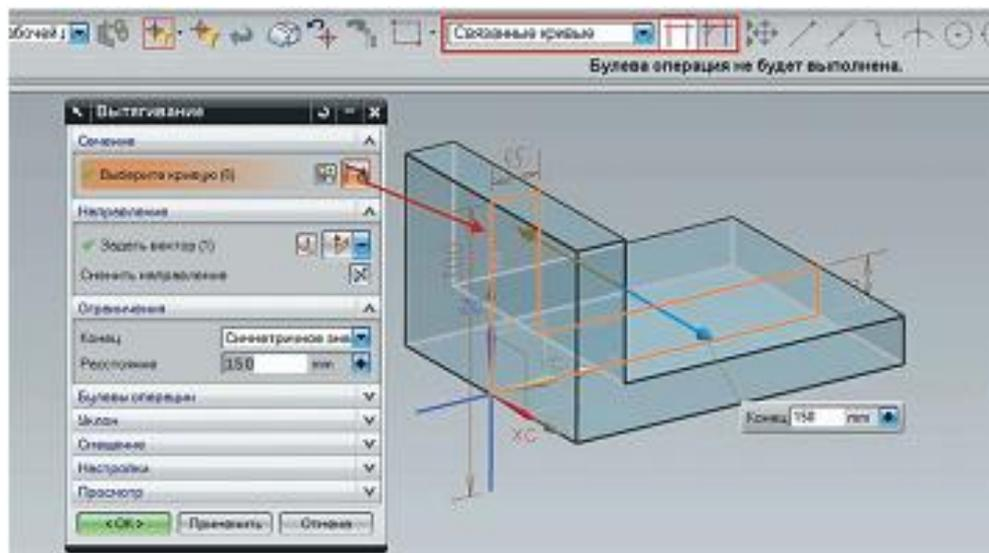

Рисунок 6.4 – Вытягивание эскиза
- На панели выбора установите правило **Связанные кривые** и включите режим отслеживания пересечений, нажав кнопку **Остановка по пересечению**. После этого укажите одну из кривых в замкнутом контуре эскиза. На этот раз эскиз будет воспринят, а лишние кривые будут проигнорированы (Рисунок 6.4).